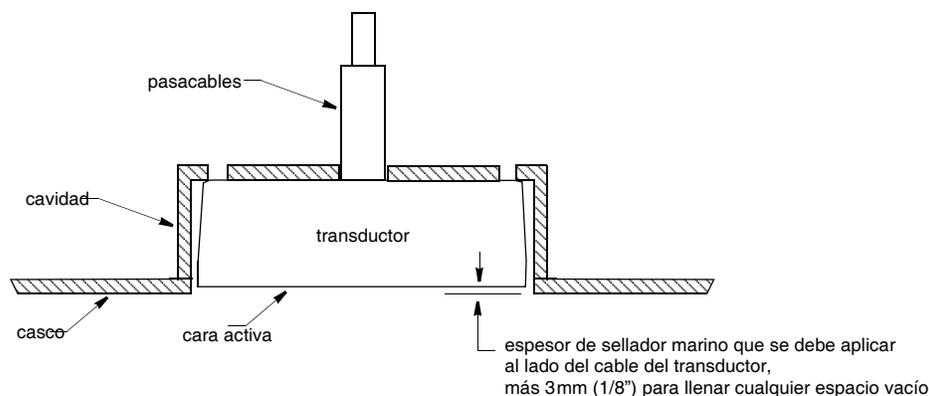

Figura 2. Colocación en seco
3. Desde fuera del casco, pase el cable del transductor a través del orificio de la cavidad de montaje (Figura 2). Empuje el transductor al interior de la cavidad tan al fondo como sea posible.